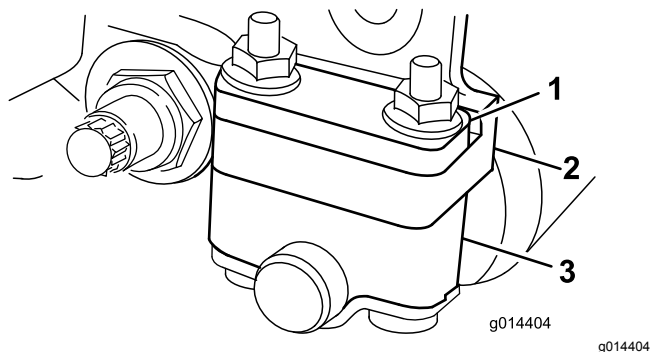
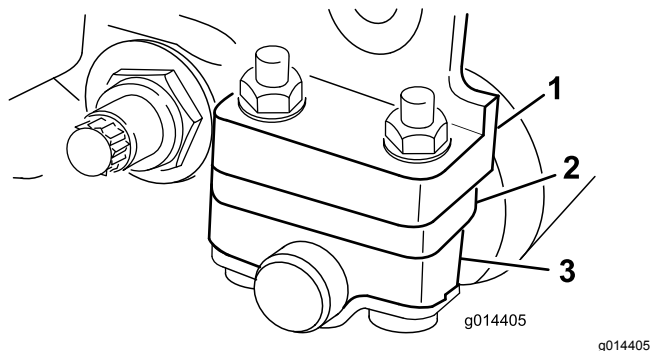

Figura 6
Figura 7
Dependiendo del intervalo de alturas de corte deseado, será necesario ajustar los soportes del rodillo trasero (Figura 6 o Figura 7) a la posición superior o inferior:
para obtener un intervalo de alturas de corte de 1,5 a 6 mm (**Figura 6**).
- Coloque el espaciador debajo de la brida de montaje de la chapa lateral para alturas de corte de 3,2 a 25,4 mm (**Figura 7**).
- Coloque los espaciadores sobre los tornillos, encima o debajo de los soportes de los rodillos, según sea necesario (**Figura 6** o **Figura 7**).